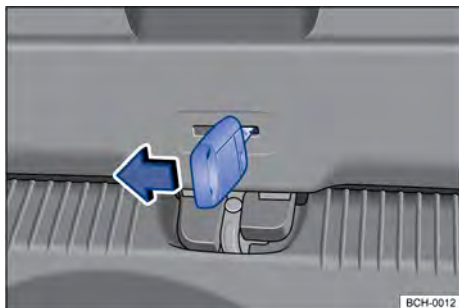

Fig. 58 En el maletero: desbloquear el capó del maletero.
- Introducir el paletón de la llave en la entrecara de llave del capó del maletero → **fig. 58** y mover la palanca de desbloqueo en la dirección de la flecha.